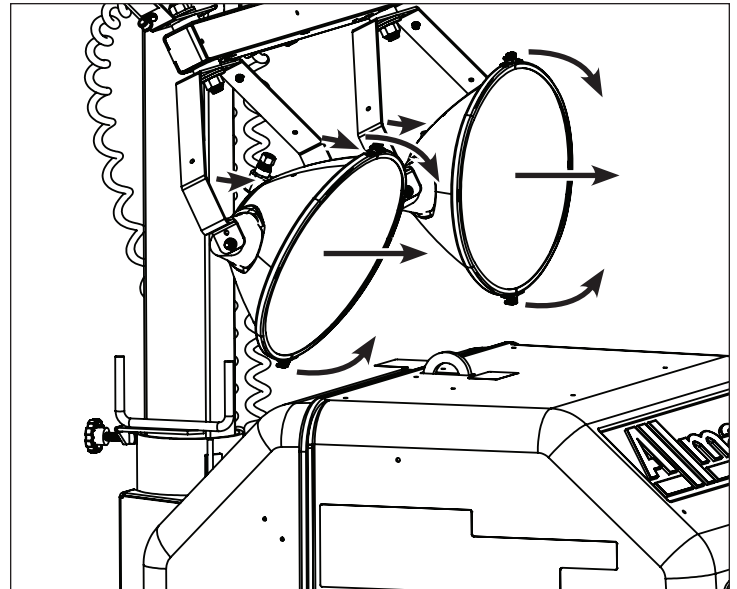

Figure 16
2. Ajuster manuellement chaque lampe (haut/bas/droite/gauche) selon vos besoins d'éclairage. Voir Figure 16.
3. Lorsque les opérations d'éclairage sont terminées, ajuster les lampes à la position de transport, avec les lampes tournées tout droit vers l'arrière de la tour d'éclairage. Voir Figure 16.